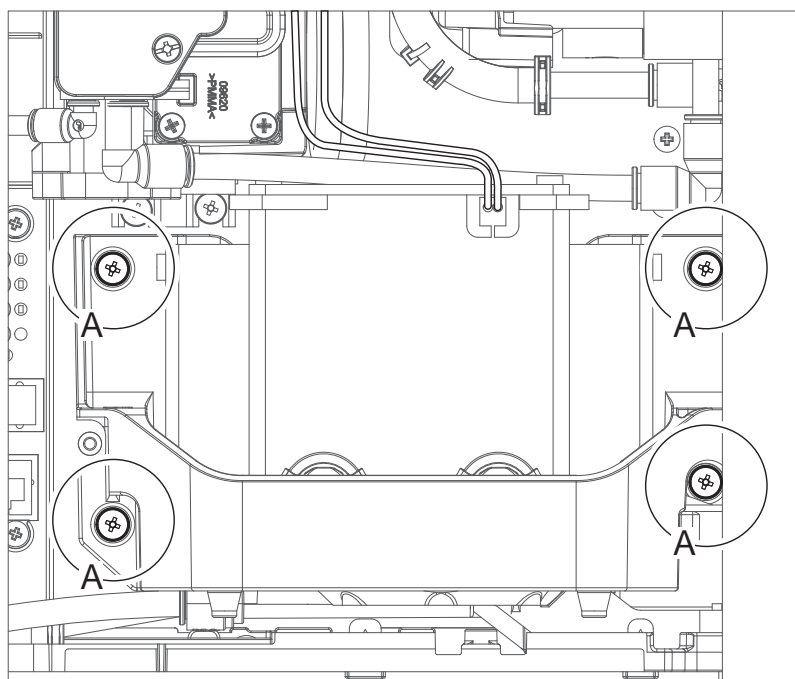

Рис. 7-14: Снятие винтов крепления насоса
- Открутите четыре винта (A), которые крепят насос к основанию извещателя (Рис. 7-14).